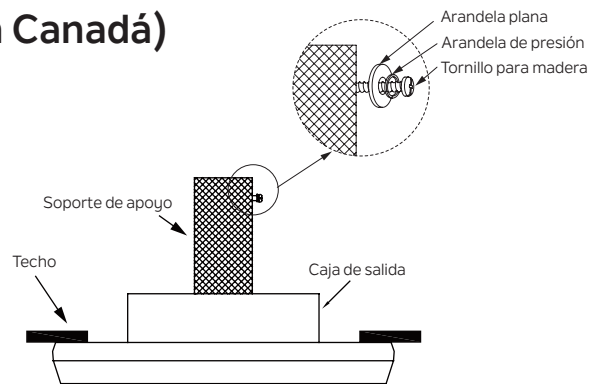

Figura 13
Paso 1. Deslice la arandela de presión, luego la arandela plana sobre el tornillo para madera, luego introduzca el tornillo para madera en el lado del soporte que sostiene la caja de salida. Deje 3 mm (1/8 in) de espacio entre el soporte de apoyo y la arandela plana. (Figura 13)